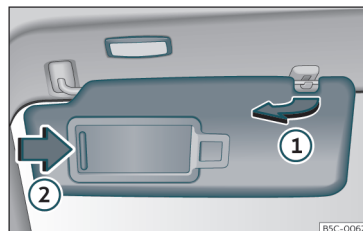

Fig. 103 Aletta parasole.
- L'aletta parasole può essere staccata dal supporto e orientata verso la porta » **fig. 103 ①**.